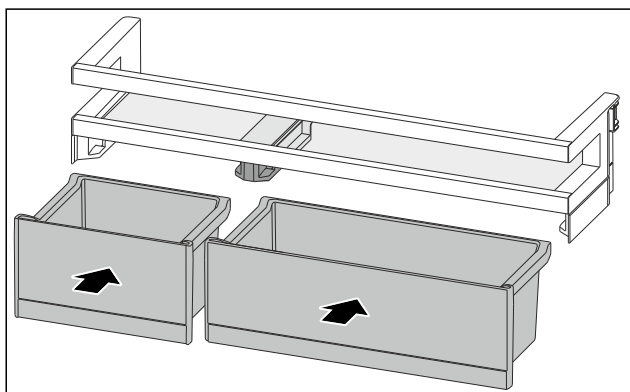

Fig. 88
- VarioBoxen in gewijzigde toewijzing plaatsen. (zie Fig. 88)